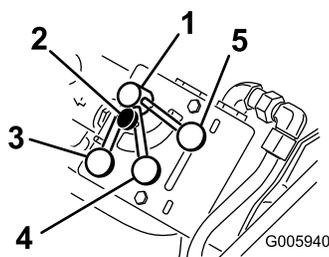

Рисунок 8
Гидравлика тягового блока (т. е. тяговый привод, стрелы погрузчика и наклон навесного оборудования) работает от гидравлического контура, отдельного от вспомогательной гидравлики навесного оборудования с гидроприводом; однако обе эти системы питаются от одних и тех же гидравлических насосов. Используя ручку управления делителем потока (Рисунок 8), вы можете изменять скорость гидравлики тягового блока, направляя поток гидравлической жидкости в контур вспомогательной гидравлики. Таким образом, чем больше гидравлической жидкости будет направлено во вспомогательную гидравлику, тем медленнее будет перемещаться гидравлическое оборудование тягового блока.
**Примечание:** Ручку управления делителем потока можно зафиксировать в определенном положении путем поворота головки по часовой стрелке до упора в шкалу (Рисунок 8).